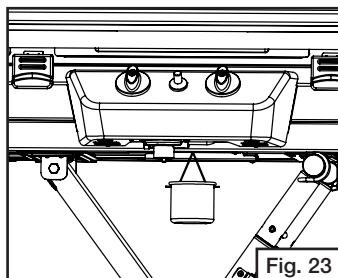

Fig. 23
- Acople el recipiente para grasa al soporte del recipiente para grasa. (Fig. 23)